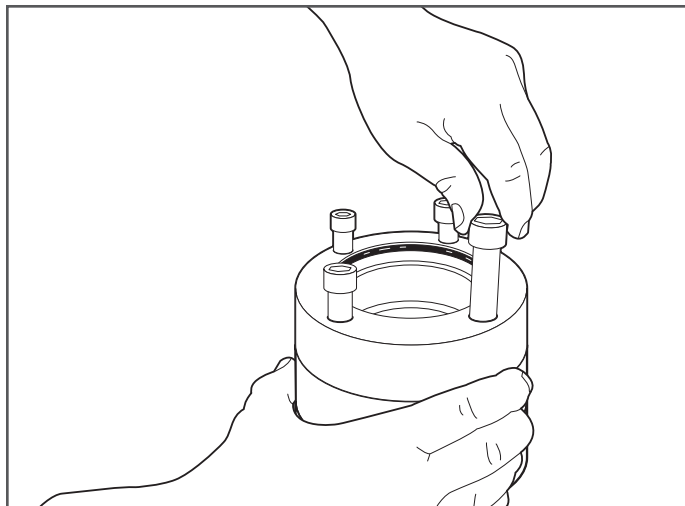

Figure 7-8
9. Retirez toutes les vis à tête creuse (Figure 7-8).